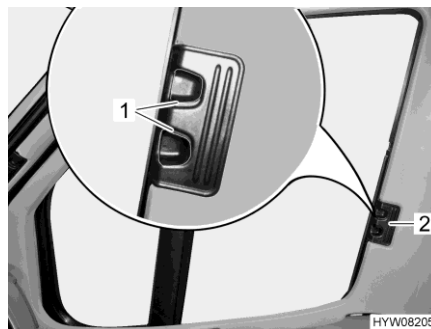

Fig. 19 Tendina oscurante pieghevole (finestrino del conducente/passeggero)
- Premere le maniglie di sbloccaggio (Fig. 19,1) e mantenerle premute.
- Con la levetta (Fig. 19,2) tirare le tendine oscuranti pieghevoli per il finestrino del guidatore e del passeggero verso l'altro lato della finestra e congiungerle alle strisce magnetiche.
- Inserire fino all'arresto le tendine oscuranti pieghevoli per il finestrino del guidatore e del passeggero per la maniglia (Fig. 19,2).
- Rilasciare le maniglie di sbloccaggio (Fig. 19,1) e mantenerle innestate.